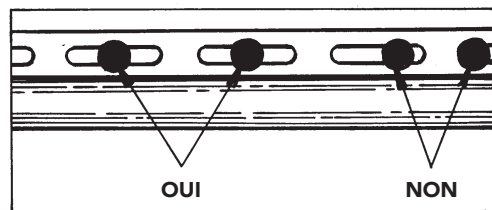

Figure 15
- Centrer les attaches dans les fentes de clouage pour assurer la dilatation et la contraction du panneau (Figure 15).
(Voir la Méthode de fixation et Figure 15.)